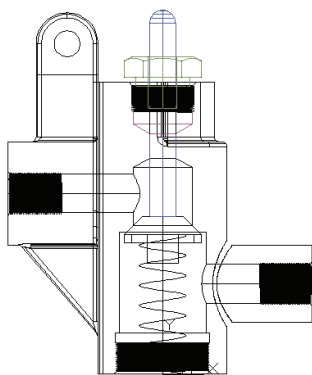

图 11-173 差集后的弹簧(一)
8) 差集处理: 单击“实体编辑”工具栏中的“差集”按钮 , 将弹簧实体与上一步创建的圆柱实体进行差集处理。如图 11-173 所示。